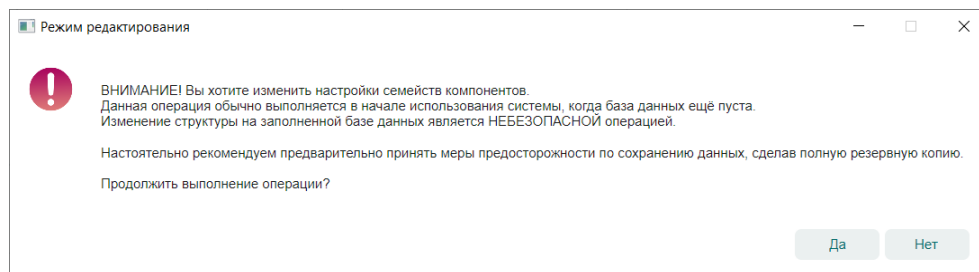

Рис. 24 Уведомление о необходимости создания резервной копии
3. Ознакомьтесь с информацией в отобразившемся окне и нажмите кнопку «Да» для перехода к редактированию, см. Рис. 24.